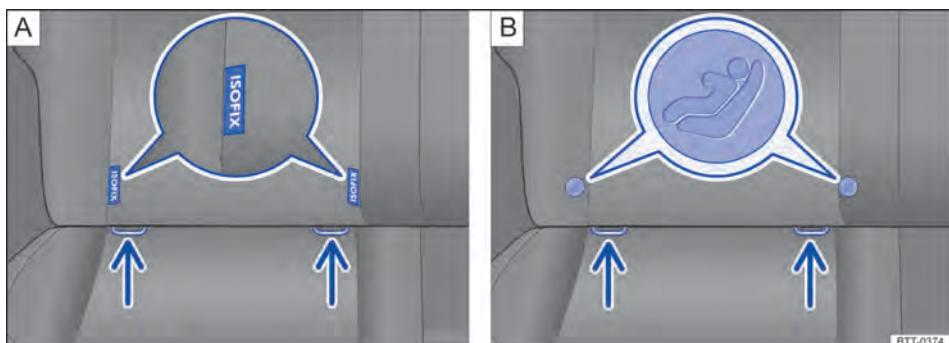

Fig. 71 No banco do veículo: variantes de identificação dos pontos de ancoragem inferiores para cadeiras de criança.
- Encaixar a cadeira de criança nos olhais de retenção ⇒ Fig. 71 na direção da seta. A cadeira de criança deve engatar de forma segura e audível.
- Colocar a cadeira de criança sobre a superfície do banco e enganchar os ganchos dos cintos de fixação nos olhais de retenção ⇒ Fig. 71.